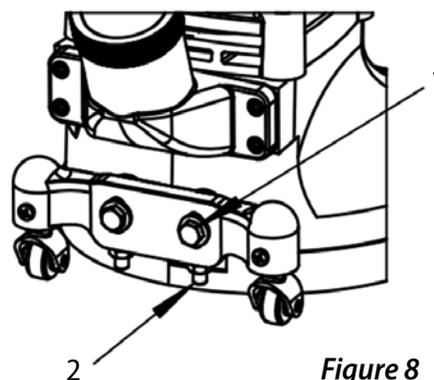

Figure 8
- 1 A l'aide de la clé spéciale, desserrez l'écrou de blocage de chaque roulette. Voir la (1) Figure 8.
- 2 Desserrez l'écrou de blocage. Voir la (2) Figure 8.